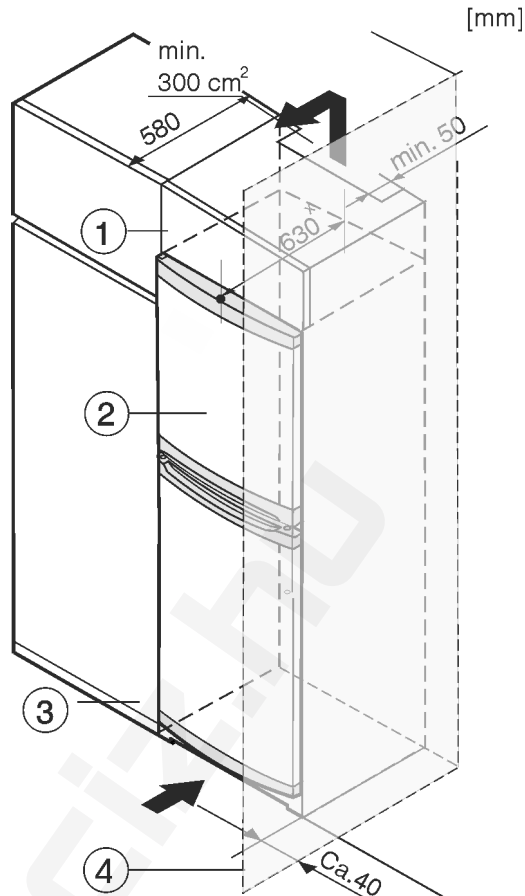

Fig. 8
- (1) Rátétszekrény
(2) Berendezés
- (3) Konyhaszekrény
(4) Fal
A készüléket körbe lehet építeni konyhaszekrényekkel. Rá lehet szerelni Fig. 8 (2) egy rátétszekrényt, hogy a készüléket a konyhabútorok magasságához Fig. 8 (1) igazítsa.
Ha (max. 580 mm mélységű) konyhaszekrényekkel építi körül, akkor a berendezést közvetlenül a konyhaszekrény Fig. 8 (3) mellett is felállíthatja. A készülék oldalirányban 34 mm*, a közepétől pedig 50 mm* távolságban nyúlik túl a konyhaszekrény előlapjához képest.
Mikor a berendezést a csuklópántokkal egy fal Fig. 8 (4) mellett állítja fel, akkor a berendezés és a fal közti távolság legalább 40 mm legyen. Ez nyitott ajtó esetén megfelel a fogantyú túlnyúlásának.